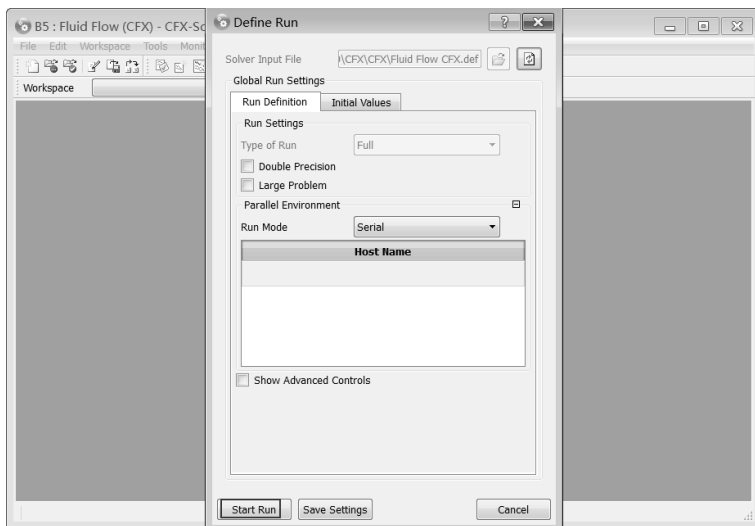

图 17-67 求解（1）
Step1：在 Workbench 主界面中双击项目 B 的 B5(Solution) 栏，此时会弹出如图 17-67 所示的“求解器”对话框。保持其余默认，单击 Start Run 按钮，进行计算。